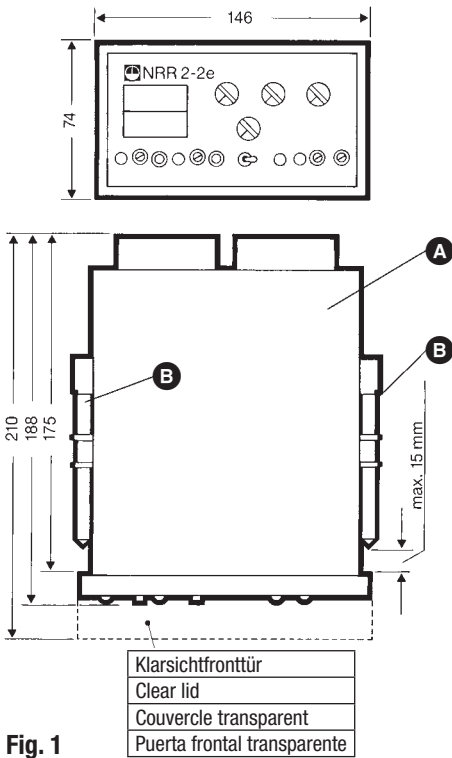

Fig. 1
Siehe Fig. 1
1. Einschuböffnung 138 x 68 in Schaltschrank oder Schalttafel schneiden. Tafelstärke maximal 15 mm (Fig. 1).